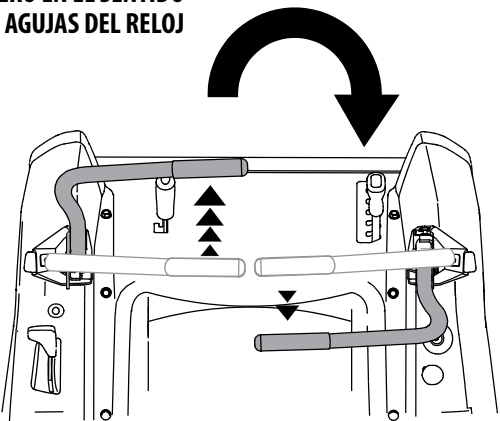

Figura 5-9
- Para girar en el sentido de las agujas del reloj, mueva la palanca de control del lado izquierdo hacia adelante mientras mueve simultáneamente la palanca de control derecha hacia atrás. Vea la Figura 5-9.